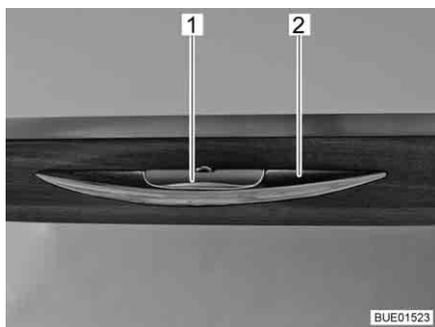

Fig. 55 Alçapão de móvel com manípulo de destravamento
- Pressione o o manípulo de destravamento (Fig. 55,1) e mantenha-o assim.
- Puxe o manípulo (Fig. 55,2), até o alçapão de móvel ficar aberto.